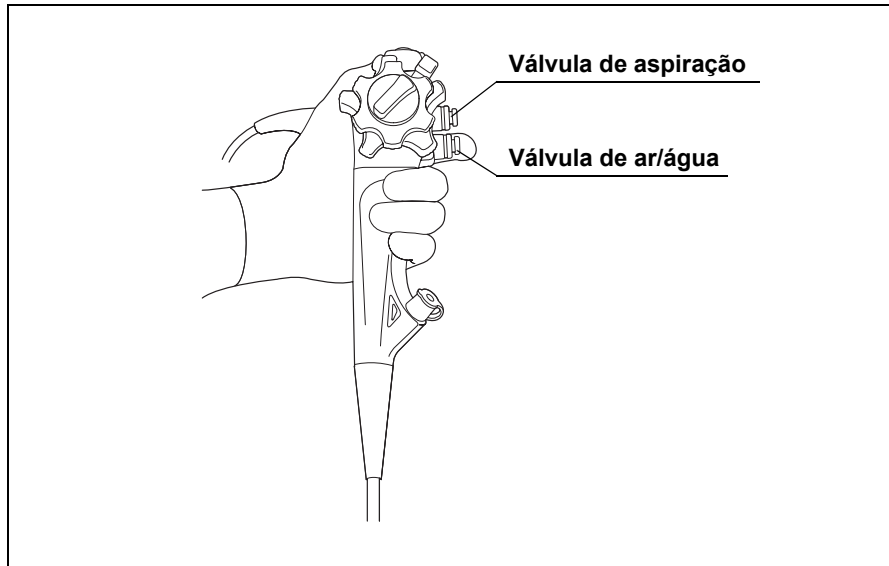

Figura 4.3
1. Cubra o orifício da válvula de ar/água para introduzir ar do pulverizador de ar/água até a extremidade distal (consulte Figura 4.3).
2. Pressione a válvula de ar/água para introduzir água na lente objetiva (consulte Figura 4.3).
Pressione a válvula de aspiração para aspirar fluidos em excesso ou outros resíduos que possam obscurecer a imagem endoscópica (consulte Figura 4.3).